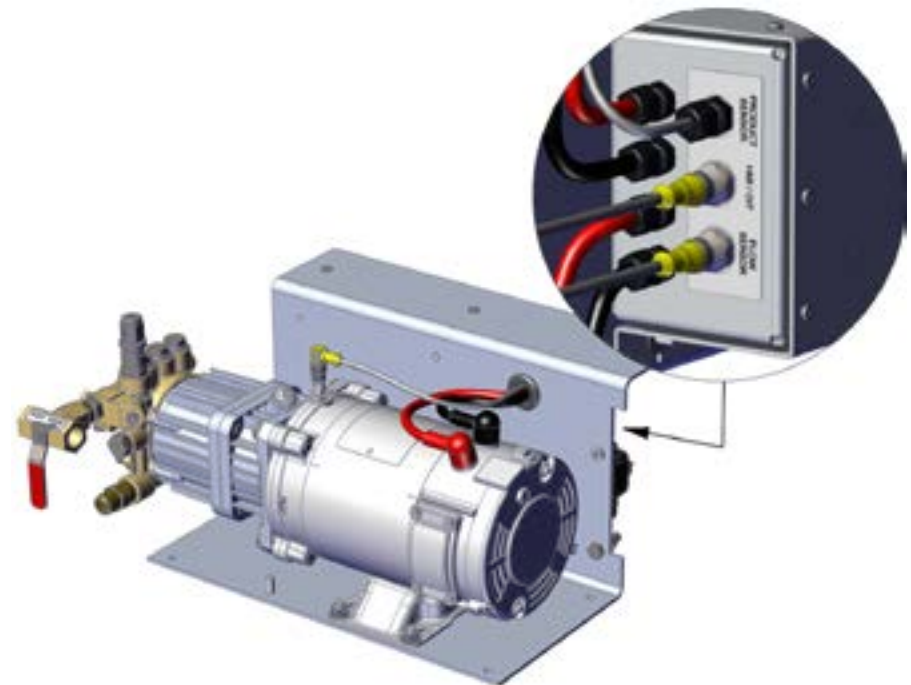

Figure 26
4. Branchez le câble au connecteur approprié de la boîte de commande (**Figure 26**).